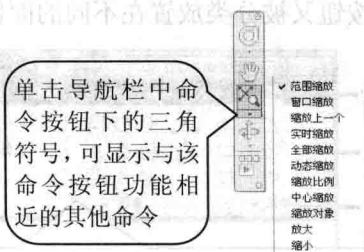

图 1-10 导航栏
- **导航栏**: 单击该导航栏中的不同按钮, 可对绘图区中的图形进行动态观察、平移、缩放, 以及动画演示等操作, 如图 1-10 所示。